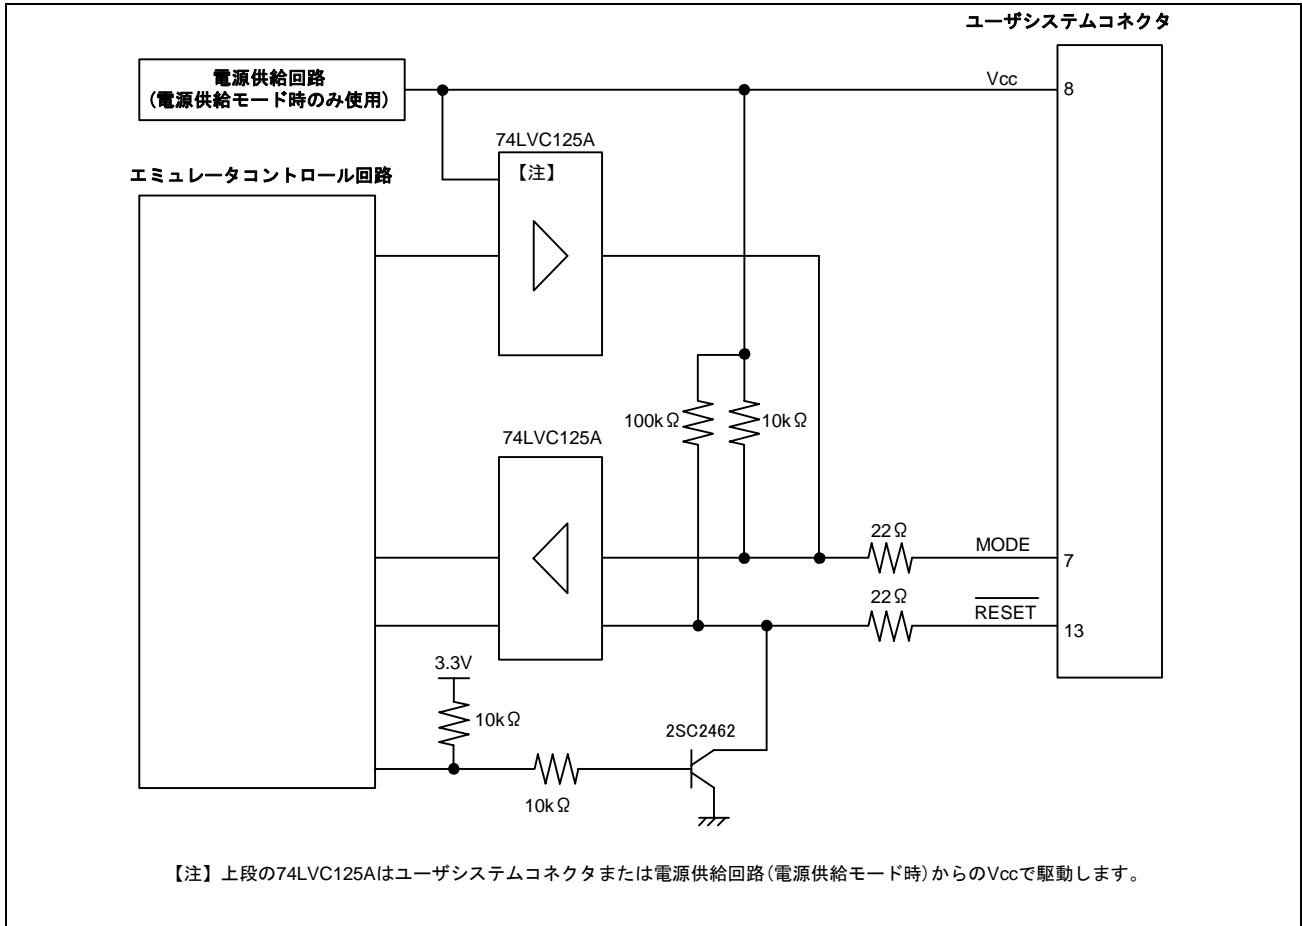

図 5.4 E8 エミュレータ内インタフェース回路 (参考)
7. 図5.4にE8エミュレータ内インタフェース回路を示します。プルアップ抵抗の値などを決定するときに参考にしてください。